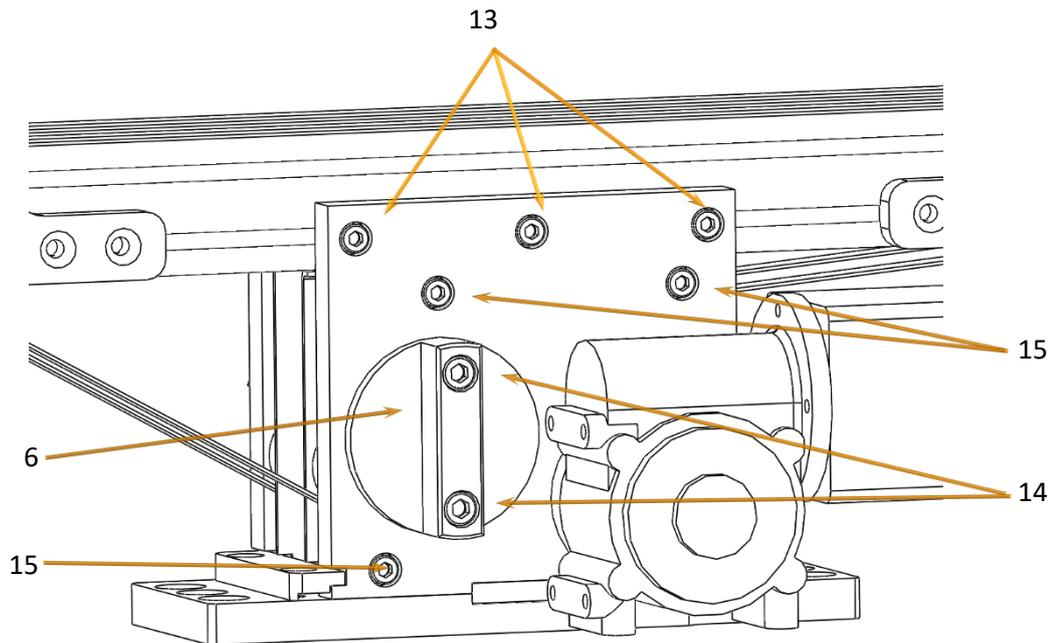

Abb. 7 Transportbandposition / Gurtspannung einstellen
- Innensechskantschrauben (Pos. 15, vergl. Abb. 7, Seite 15) an Trägerplatte entfernen (4 mm Sechskantschlüssel) und Schutzblech abnehmen.
- Innensechskantschrauben (Pos. 17, vergl. Abb. 7) an Spannscheibe (Pos. 6, vergl. Abb. 7) lösen (5 mm Sechskantschlüssel) und im Uhrzeigersinn drehen. Gurt entfernen.
- Innensechskantschrauben (Pos. 15, vergl. Abb. 7, Seite 14) an Trägerplatte entfernen (4 mm Sechskantschlüssel) und Schutzblech abnehmen.
- Innensechskantschrauben (Pos. 15, vergl. Abb.7) an Trägerplatte entfernen (4 mm Sechskantschlüssel) und Schutzblech abnehmen.
- Innensechskantschrauben (Pos. 14, vergl. Abb. 7) an Spannscheibe (Pos. 6) lösen (5 mm Sechskantschlüssel) und im Uhrzeigersinn drehen. Gurt entfernen.